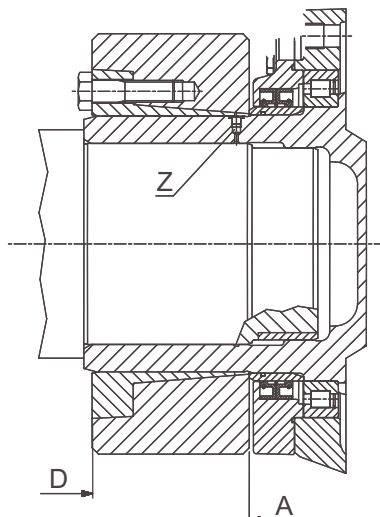

Fig. 2
- Remontar o bujão "Z" (ver a fig. 2) e, em seguida, posicionar a junta (ver a fig. 2 item A).
- Quando a montagem da junta for concluída de modo correto, isto poderá ser verificado visualmente, porque as superfícies frontais do anel interno e externo deverão encontrar-se no mesmo plano (ver a fig. 2 item D).
- Antes de reinstalar a junta regenerada, restaurar a lubrificação nas áreas "C" (ver a fig. 2).